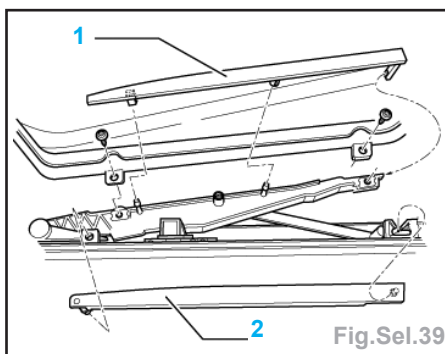

Fig.Sel.39
- la partie avant de l'enjoliveur inférieur (2), en tirant vers le centre du véhicule et en décrochant par l'arrière (Fig.Sel.39),
- l'enjoliveur supérieur (1) par devant et au centre et le décrocher par la partie postérieure.